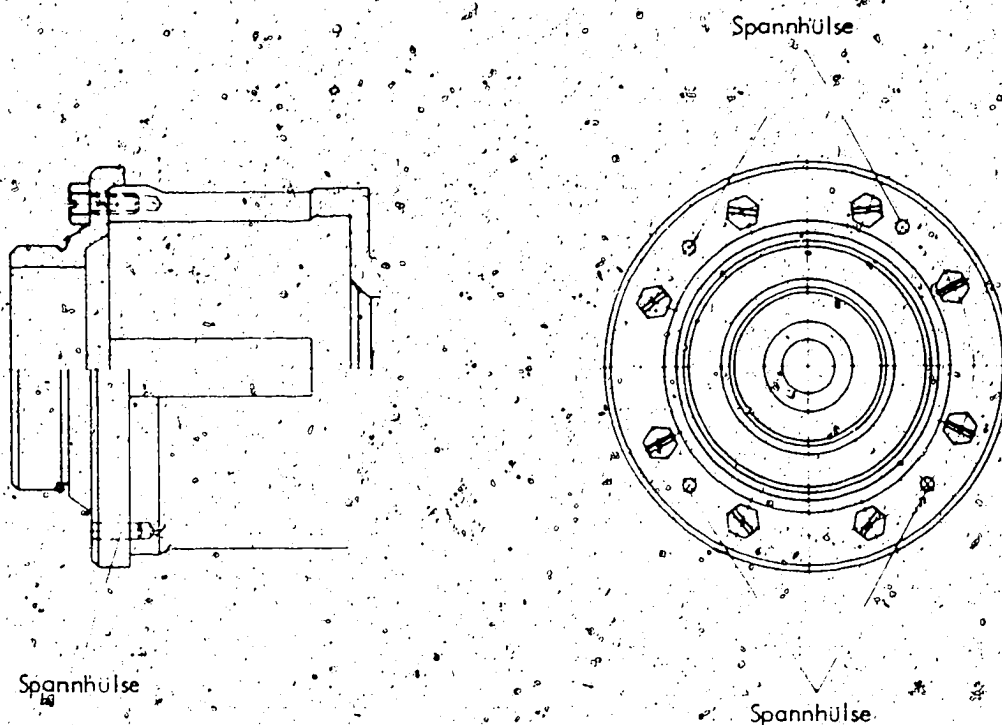

Bild 2
3. Verstärkung des Zwischenlagers (Bild 2)